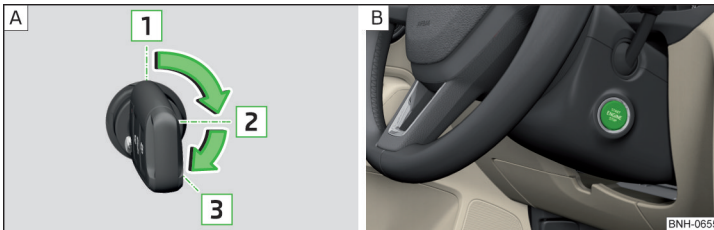

Abb. 180 Positionen des Fahrzeugschlüssels im Zündschloss / Starterknopf
Positionen des Fahrzeugschlüssels im Zündschloss » Abb. 180 - [A]
› Den Knopf drücken » Abb. 180 - [B], die Zündung wird ein-/ausgeschaltet.
- › Bei Fahrzeugen mit **Zündschloss** den Schlüssel in die Position **3** drehen » Abb. 180 auf Seite 164 - [A], es erfolgt der Startvorgang. Dann den Schlüssel loslassen, der Motor springt automatisch an.
- › Bei Fahrzeugen mit **Starterknopf** den Knopf kurz drücken » Abb. 180 auf Seite 164 - [B], der Motor springt automatisch an.
- › Bei Fahrzeugen mit **Zündschloss** den Schlüssel in die Position **1** drehen » Abb. 180 auf Seite 164 - [A].
- › Bei Fahrzeugen mit **Starterknopf** den Knopf drücken » Abb. 180 auf Seite 164 - [B], der Motor und die Zündung werden gleichzeitig ausgeschaltet.
- Den Knopf gedrückt halten » **Abb. 180 auf Seite 164** - **B** oder zweimal innerhalb von 1 Sekunde drücken.